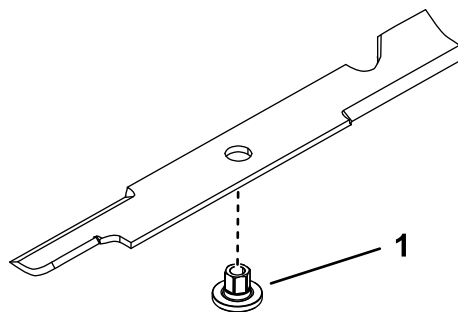

Figure 99
1. Insérez la douille dans la lame en plaçant l'embase sur le côté inférieur (côté herbe) de la lame (Figure 99).